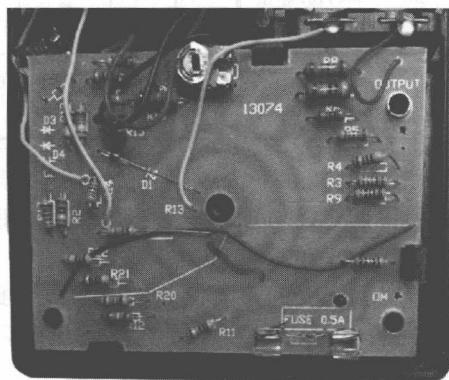

图 1-5 测量电路
④ 测量电路如图 1-5 所示，它主要由各种类型、各种规格的电阻元件（如线绕电阻、金属膜电阻、碳膜电阻、电位器等）组成，此外还包括整流器件（如二极管）。